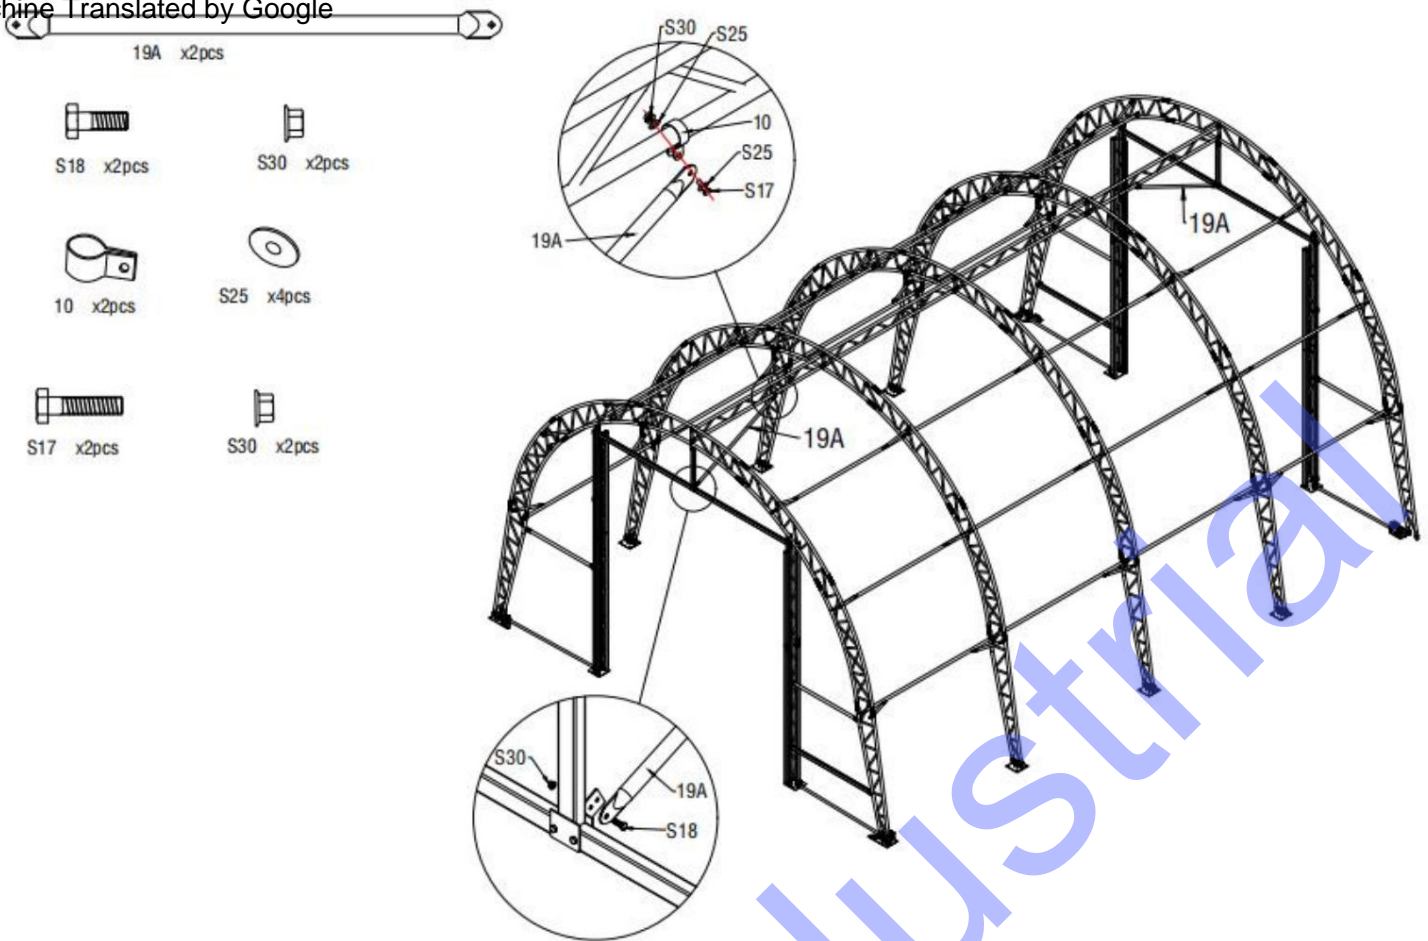

Figure 15
2. Fixez les clips (n° 10) sur les pannes à double ferme (n° 6) et installez le tube de support diagonal pour poutre de porte (n° 19A) sur les clips, comme illustré à la figure 15. Connectez le tube de support diagonal pour poutre de porte (n° 19A) entre le cadre de porte et les pannes à double ferme (n° 6) à l'aide de vis M10x30 (n° S18) et M10x50 (n° S17) avec une rondelle plate M10 (n° S25).